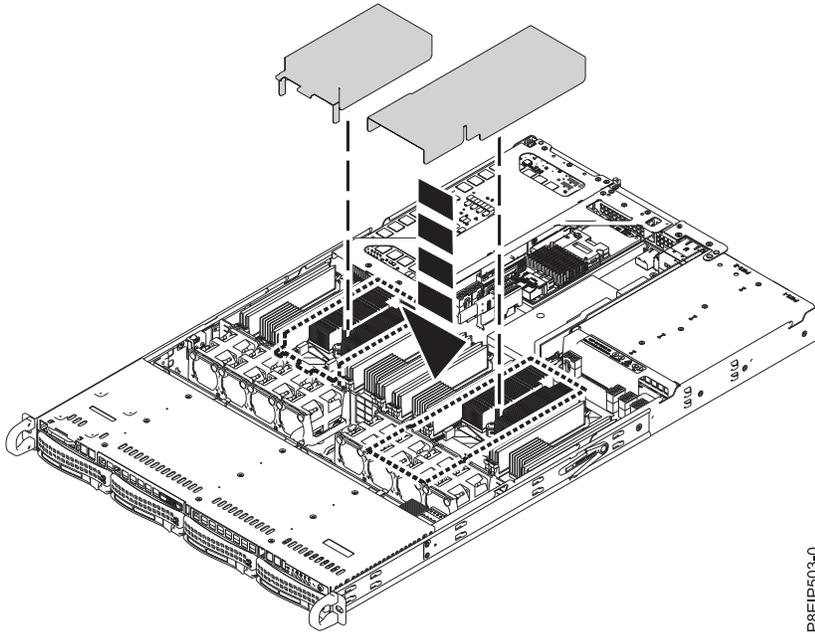

Figura 73. Instalando a placa defletora de ar do processador
- Instale a placa defletora de ar do processador conforme mostrado na Figura 73 na página 64. Insira a borda da placa defletora no suporte do ventilador. Em seguida, pressione cuidadosamente a placa defletora para baixo no lugar.